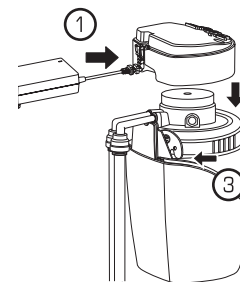

Рис. 53
1. Установите электронный модуль на систему ②. Сохраните инструмент для демонтажа для последующего использования ③ (рис. 53).